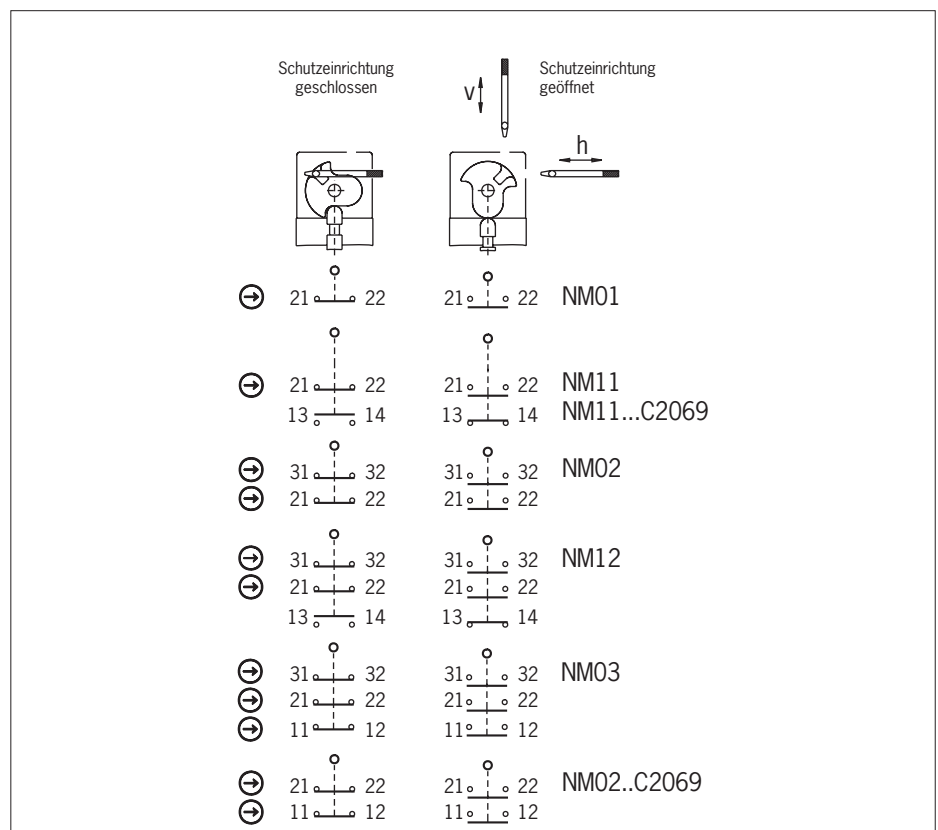

Bild 3: Schaltelemente und Schaltfunktionen
Es muss mindestens ein Kontakt (⊖) verwendet werden. Dieser signalisiert die Stellung der Schutz-einrichtung (Kontaktbelegung siehe Bild 3).
3. Anschließen und Klemmen mit 0,5 Nm anziehen (Kontaktbelegung siehe Bild 3).